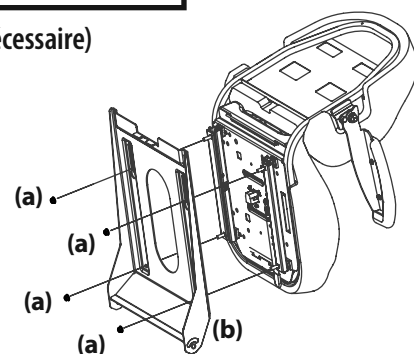

Figure 7
2. Fixez le siège au support du siège (b) avec les écrous autobloquants à bride (a). Voir Figure 7.